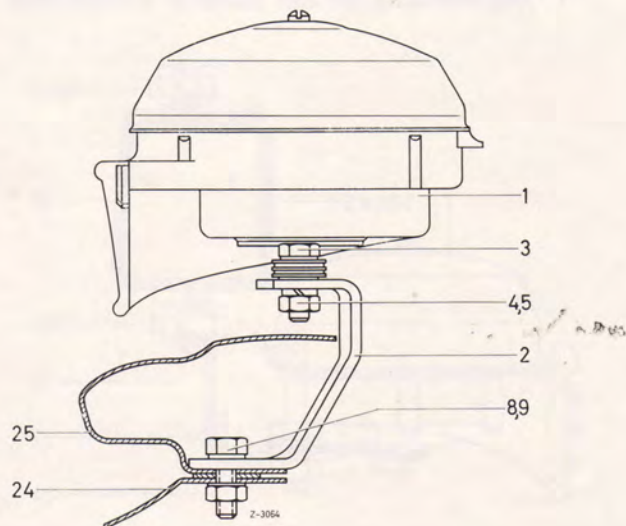

Bild 54-2/4
5. Zusatzleitungssatz (12) bzw. (15) am linken Radlaufblech entlang dem Hauptleitungssatz verlegen und mit dem Kabelband (20) am Hauptleitungssatz befestigen. Anschließend Zusatzleitungssatz durch die Gummitülle (15) bzw. (21) ziehen (Bild 54-2/7).